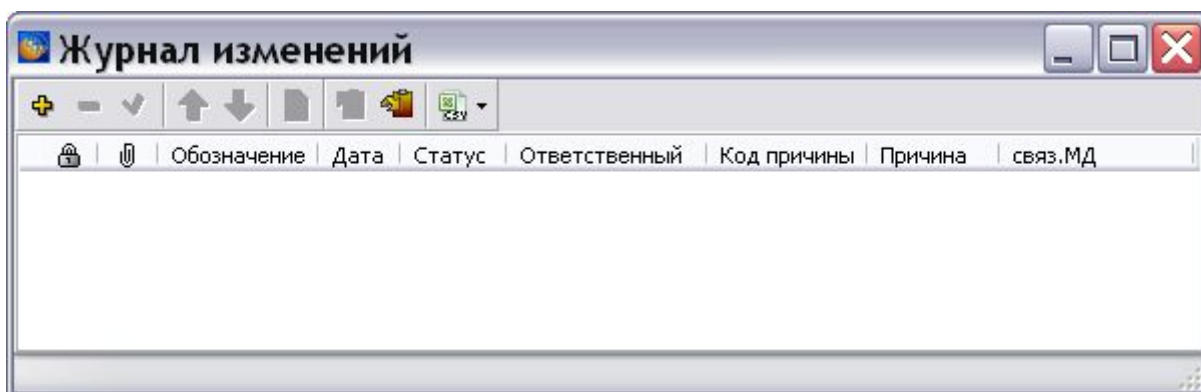

Рис. 9.2
4. Выделите «Журнал изменений» и нажмите на кнопку **Выбрать**. После этого появится диалоговое окно **Журнал изменений** (Рис. 9.2).